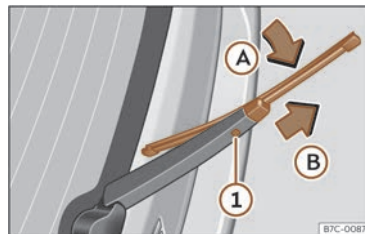

Fig. 181 Cambio da goma da fiestra traseira.
- Xire a goma lixeiramente >>> **fig. 181** (frecha A)
- Manteña premida a tecla de desbloqueo ① puxando da goma no sentido da frecha ②.
- Insira no brazo limpaparabrisas traseiro unha nova goma **da mesma lonxitude e tipo**, en sentido oposto a frecha ② ata que encaste a tecla ①.